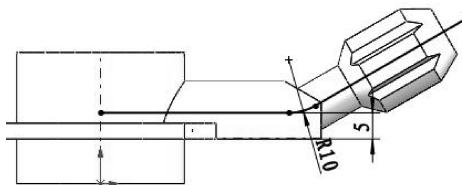

图 3-116 绘制草图曲线
- 在【草图】选项卡中单击【草图绘制】按钮，选择前视基准面作为草图平面，绘制如图 3-116 所示的草图曲线。